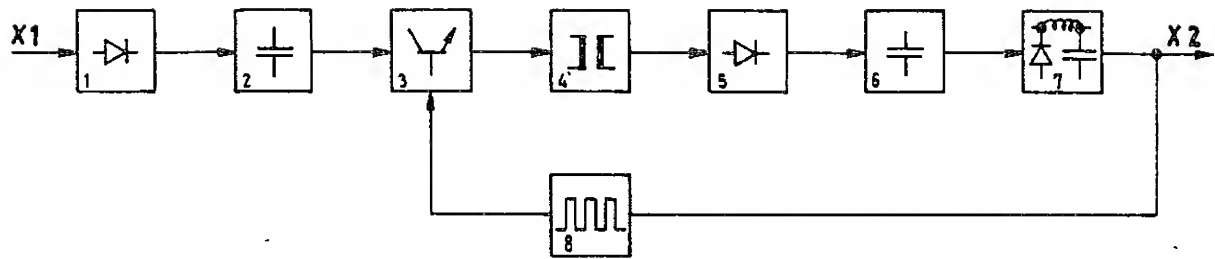

Bild 9 Prinzipschaltbild des Stromversorgungsmoduls
Die STM der Klasse 25 W arbeiten nach dem Sperrwandlerprinzip. Bei allen Varianten wird über den Steckverbinder X1 der Netzanschluß realisiert und am Steckverbinder X2 eine der potentialfreien Gleichspannungen bereitgestellt (siehe Bild 9).
Die dem Netz entnommene Wechselspannung wird durch die Dioden (1) gleichgerichtet (Positionen entsprechend Bild 9). Damit liegt am Kondensator (2) eine Rohspannung an, die durch den vom Schaltregler-Baustein (8) angesteuerten Schalter (3) mit etwa 20 kHz getaktet wird. Die so zerhackte Gleichspannung wird nach der Transformation mit dem Übertrager (4) auf dessen Sekundärseite wieder gleichgerichtet (5) und geglättet (6), (7) und steht dann an X2 als Ausgangsspannung zur Verfügung. Diese Ausgangsspannung wird durch Regelung des Tastverhältnisses bei der Ansteuerung von (3) konstant gehalten.